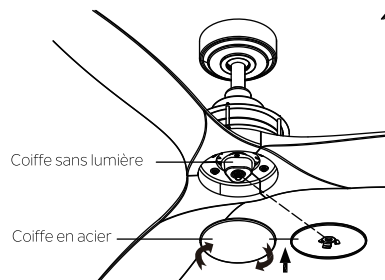

Fig. 20
**Étape 3.** Assemblez la coiffe en acier à la coiffe sans lumière en la tournant dans le sens horaire. (Fig.20)